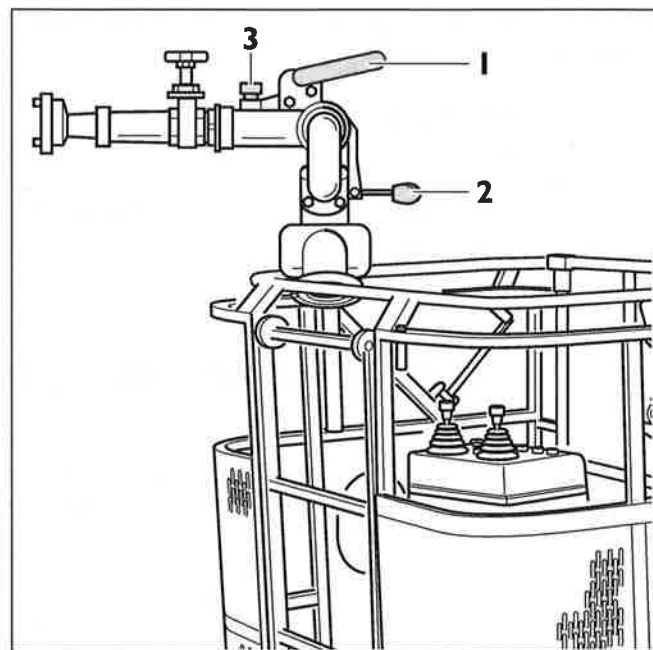

Abb. 97/1 Wendestrahldrohr: Haltegriffe (Pos. 1), Arretierung (Pos. 2), Manometer (Sonderausstattung, Pos. 3).
- Wendestrahldrohr an den Handgriffen nach Bedarf horizontal drehen und vertikal schwenken (Abb. 97/1, Pos. 1).
- Dreh- und Schwenkbewegung in beliebiger Stellung mit der Arretierung feststellen (Abb. 97/1, Pos. 2).
Das Wendestrahldrohr ist auch mit einem Manometer für den Strahlrohr-Ausgangsdruck (Sonderausstattung; Abb. 97/1, Pos. 3) ausgerüstet.